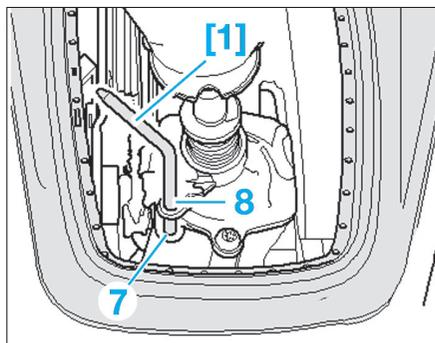

Fig. 39
- Introduire la goupille de blocage [1] dans l'alésage (7) en la faisant passer à travers l'alésage (8) (Fig.39).
- Retirer la goupille de blocage des alésages (7) et (8) (Fig.39).